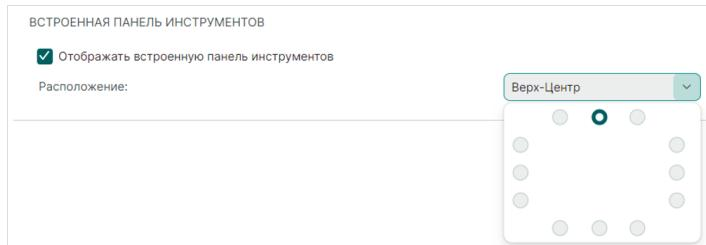

Рис. 76 Настройки встроенной панели
- «Встроенная панель инструментов» – настройки включения/выключения отображения встроенной панели инструментов и выбор расположения данной панели в окне редактора, см. Рис. 76.